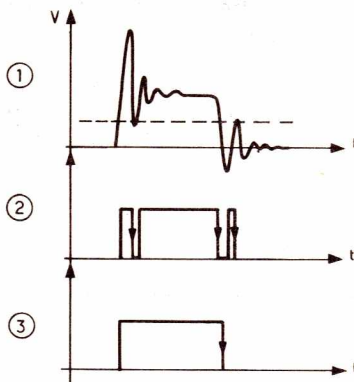

Figure 2 : Filtrage de la tension d'entrée au rupteur.
2) la faible immunité au bruit : le filtrage de la tension au rupteur est délicat, et une impulsion peut être comptée plusieurs fois. Une cellule de filtrage correcte exige au moins 3 résistances et 3 condensateurs, et 1 trigger de Schmidt en sortie (**figure 2**) ;